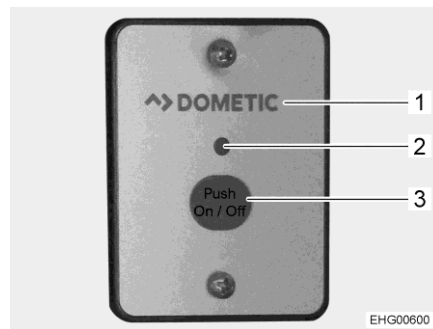

Bild 141 Externer Schalter (Wechselrichter)
Der externe Schalter (Bild 141,1) ist im Hängeschrank über dem Tisch eingebaut.
- Taste "On/Off" (Bild 141,3) drücken. Die LED (Bild 141,2) leuchtet.
- Taste "On/Off" (Bild 141,3) drücken. Die LED (Bild 141,2) erlischt.